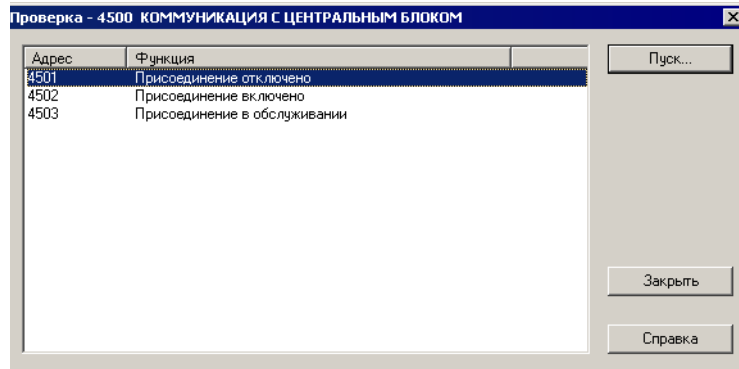

рис. 6-30 Окно **Проверка - 4500 КОММУНИКАЦИЯ С ЦЕНТРАЛЬНЫМ БЛОКОМ**
- Выделите запись **КОММУНИКАЦИЯ С ЦЕНТРАЛЬНЫМ БЛОКОМ** и нажмите кнопку **Пуск...**. Откроется окно “Проверка - 4500 КОММУНИКАЦИЯ С ЦЕНТРАЛЬНЫМ БЛОКОМ” (рис. 6-30, стр. 264).
- Выделите запись **КОММУНИКАЦИЯ С ЦЕНТРАЛЬНЫМ БЛОКОМ** и нажмите кнопку **Пуск...** Откроется окно **Проверка - 4500 КОММУНИКАЦИЯ С ЦЕНТРАЛЬНЫМ БЛОКОМ** (рис. 6-30, стр. 264).